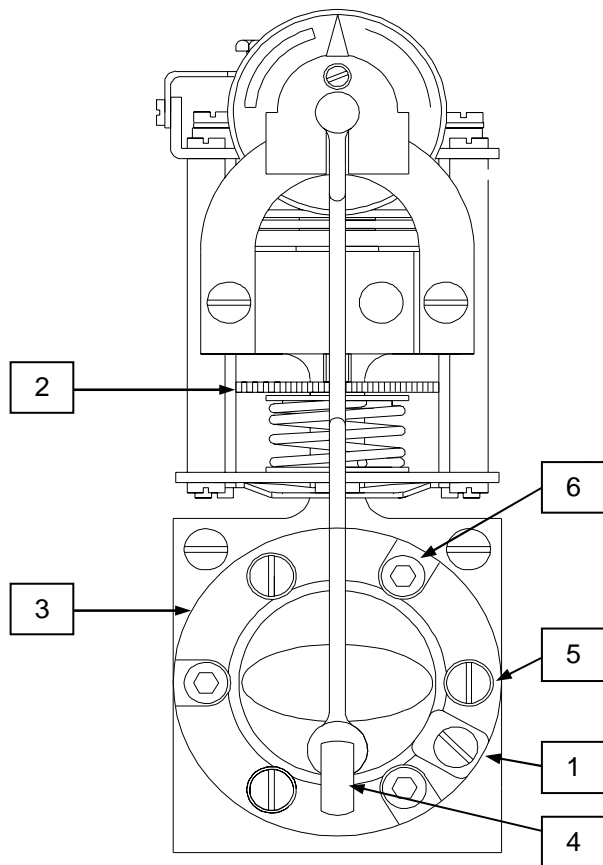

Fig. 4
PER IL REGOLATORE SOLO PROPORZIONALE (Fig.4)
2) Svitare l'orifizio capillare del relè (Fig.4 pos.1) e pulirlo con l'apposito filo in acciaio in dotazione.
La presenza di olio e condensa nell'aria di alimentazione potrebbe rendere necessaria anche la pulizia delle membrane all'interno del relè (3 Fig. 4) e degli altri organi interni del relè. Per disassemblare il relè procedere come segue:
1) Allentare l'apposita linguetta di fissaggio del tubetto al relè (4 fig. 4).
2) Allontanare il raccordo inferiore del tubetto (4 fig. 4).
3) Rimuovere le tre viti di fissaggio (5 fig. 4) ed estrarre il relè.
4) Rimuovere le tre viti esagonali (6 fig. 4), smontare il relè e procedere alla pulizia o sostituzione delle membrane.
2) Periodically unscrew the capillary orifice of the relay (Fig. 4 item 1) and clean it by means of the steel wire supplied with the unit.
If the capillary orifice is obstructed, clean it with a bath in trichloroethylene and a blow of compressed air. Before reinstalling the capillary orifice, we recommend lubricating the O-rings by applying a coat of silicone lubricant. If there is any oil and condensate in the air supply clean the membranes (Fig. 4 item 3) and the other internal elements of the relay. Disassemble the relay as follows:
2) Remove the bottom connection of the tube (Fig. 4 item 4)
3) Remove the three fastening screws (Fig 4 item 5) and extract the relay
4) Remove the three Allen screws (Fig. 4 item 6) and disassemble the relay. Clean or replace the membranes